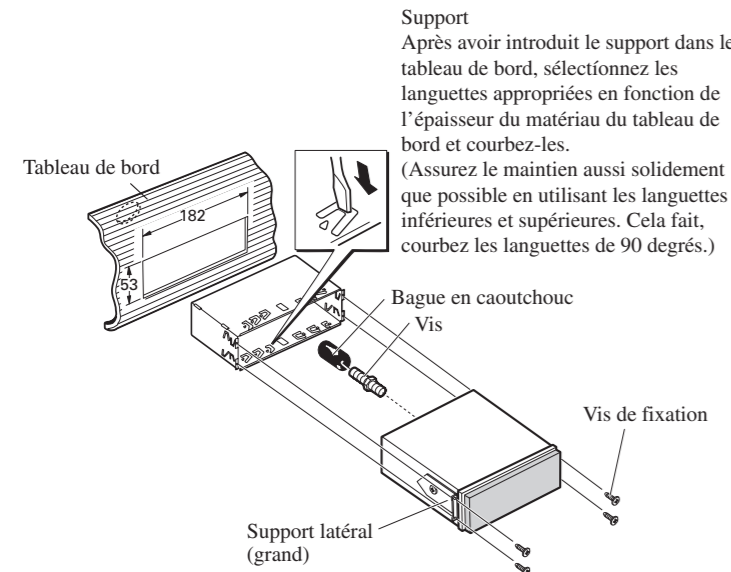

Fig. 8
3. Fixez fermement l'appareil. (Fig. 8)